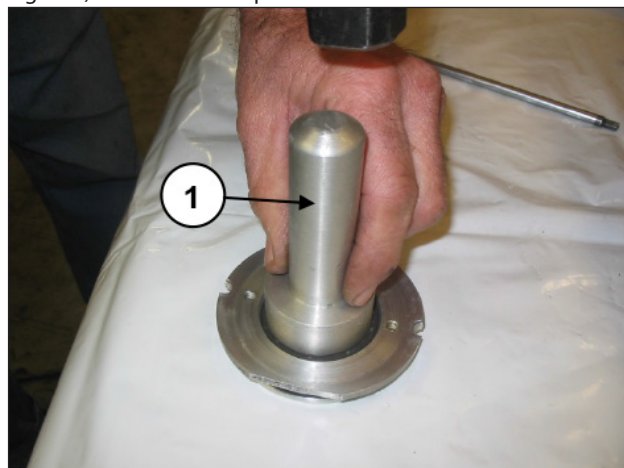

Fig. 117
Monte a junta do óleo na tampa da junta do óleo (pos. ①, Fig. 117) usando um tampão cód. 27910900.